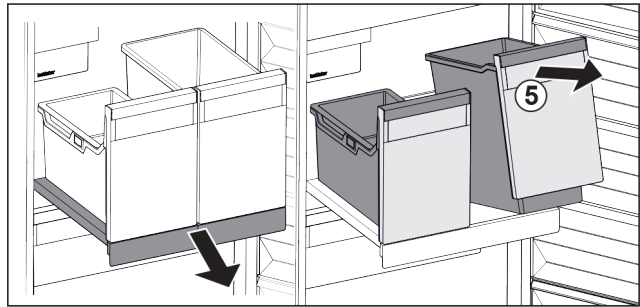

Fig. 104
- ▶ Sollevare il contenitore Fig. 104 (5) dal lato anteriore.